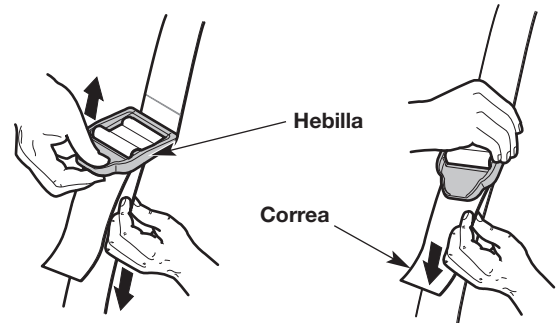

Fig. 9
- Ajuste la correa de hombro para adecuarla al operador (Fig. 9). Tire de la hebilla hacia arriba para aflojar la correa. Tire de la correa hacia abajo para ajustarla.